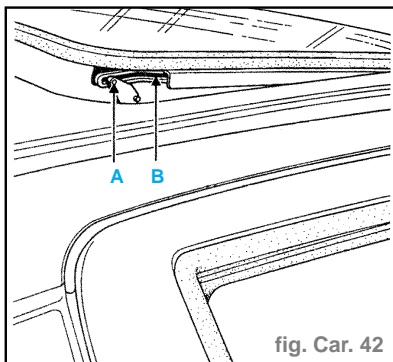

fig. Car. 42
- Avant remontage du panneau, il faut veiller à ce que les deux patins d'entraînement (A) soient mis en place dans les rainures (B) (fig. Car. 42).